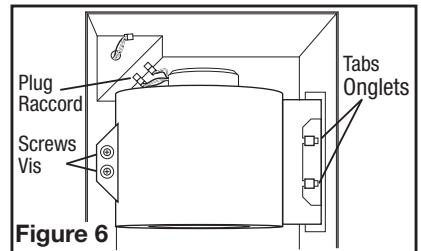
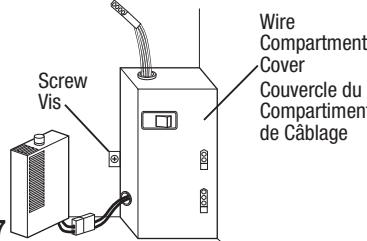

Figure 6
Figure 7
- 1b. Internal Wire Compartment: If the motor is already installed in the housing, remove the two screws holding the blower assembly in place. Lift up on the assembly and slide it out of the tabs on the housing (**Figure 6**). Remove the wire compartment cover screw and place the cover in a secure place (**Figure 7**).
1b. Compartiment de Câblage Intérieur: Enlever les trois vis retenant en place l'assemblage de la soufflante et soulever pour sortir l'assemblage hors du châssis (**Figure 6**). Enlever la vis (ou les vis) du couvercle du compartiment à câblage et mettre ce couvercle dans un endroit fiable (**Figure 7**).